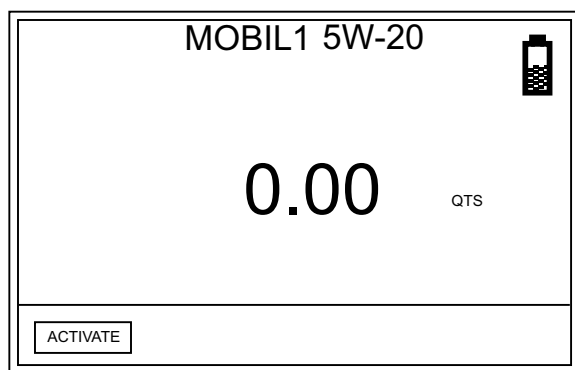

Рис. 30
2. Отобразится экран раздачи вручную (Рис. 30). Нажмите центральную кнопку ВВОД на панели навигации расходомера, чтобы выбрать поле «ACTIVATE» [АКТИВИРОВАТЬ]. В расходомере раздастся громкий щелчок, который означает, что расходомер готов к раздаче жидкости.